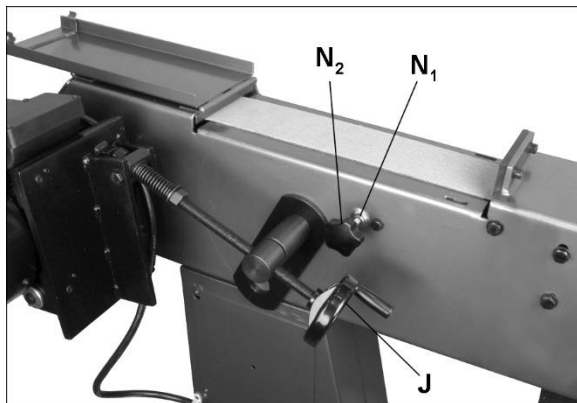

Abb. 7
Anschlageinheit (E) – Den Handgriff lösen zum Einstellen. Wenn nicht benutzt, kann die Anschlageinheit entfernt und auf dem Rohr (siehe T, Abb.7) aufbewahrt werden.
- Das Band durch Drehen des Drehknopfs (J, Abb. 7) gegen den Uhrzeigersinn entspannen.
- Das Band mit dem Drehknopf (J) spannen.
- Das Schleifband entspannen (J, Abb. 7).
- Die Sechskantmutter (N₁, Abb. 7) gegen den Uhrzeigersinn lösen.